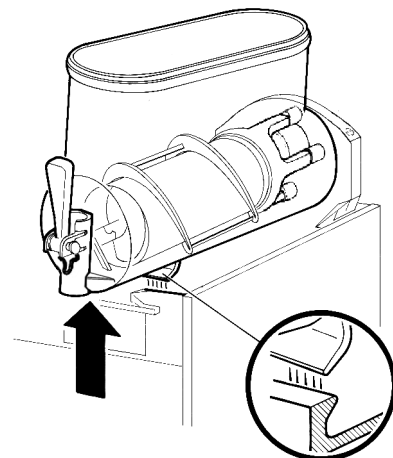
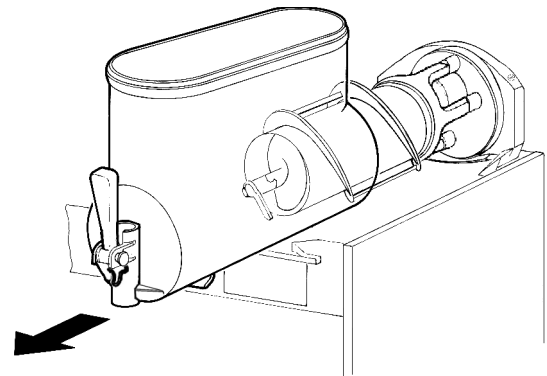

figure 4
figure 5
**2** Démontez le réservoir en poussant légèrement sa partie inférieure (côté robinet) vers le haut pour en libérer les crochets inférieurs (voir figure 4) et en le faisant ensuite glisser par l'avant (voir figure 5).